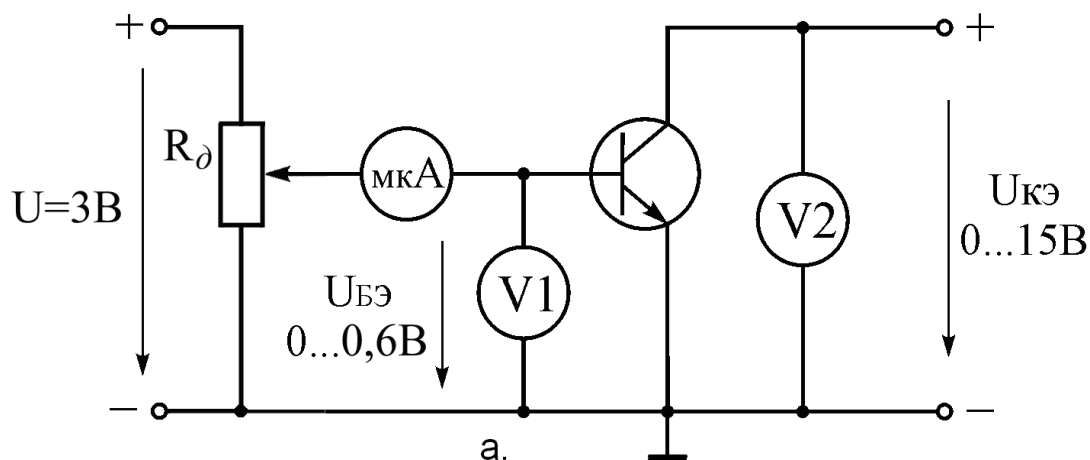

Рисунок 4.10 – Схема для снятия входных характеристик биполярного транзистора
1.2 Собрать схему, согласно рис.4.10. При этом ручка потенциометра $R_{д2}$ в исходном состоянии должна быть выкручена против часовой стрелки до упора.